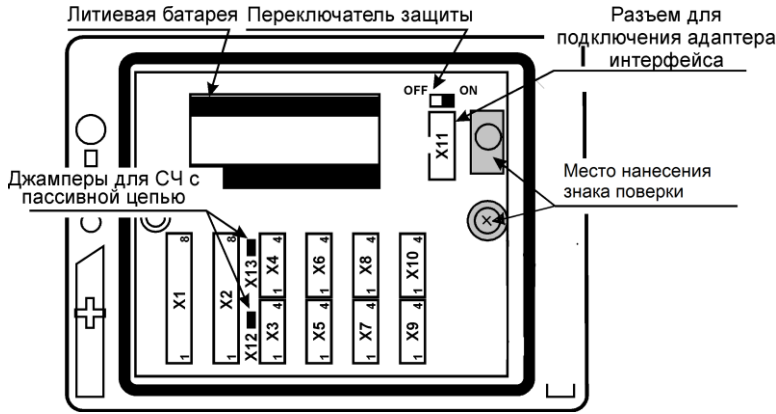

Рисунок 5.3 – Внешний вид модуля
Экраны кабелей должны быть электрически соединены между собой (только в одной точке) и с контактами Х3:1 и Х4:1 (рис. 5.3).
1. Джамперы X12 и/или X13 (рис. 5.3) должны быть установлены;
1. Дамперы X12 и/или X13 (рис. 5.3) должны быть сняты;
Для защиты от несанкционированного вмешательства в работу вычислителя переключатель защиты (рисунок 5.3) переводят в левое положение OFF. При этом попытки изменения настроечных параметров (кроме параметров группы **Интерф.** и параметров **RO**, **N2**, **CO2** и **P6** группы **Общие**) игнорируются, а на табло индицируется сообщение **ЗЩ!**.